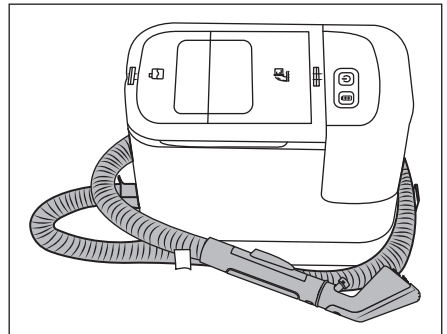

Abb. 10
- ℹ **Hinweis:** (1) Leeren Sie den Frischwasserbehälter **2**  aus, wenn Sie das Gerät eine längere Zeit nicht benutzen. (2) Bewahren Sie das Gerät nur im gereinigten Zustand auf. Beachten Sie hierzu die Beschreibung im Kapitel **Reinigung und Pflege**.
- ◆ Ziehen Sie die Schlauchhalterung **15** aus dem Gerät. Legen Sie den Sprüh-/Saugschlauch **19** um das Gerät und verwenden dabei die Schlauchhalterungen **15**/**16** (siehe Abb. 10).